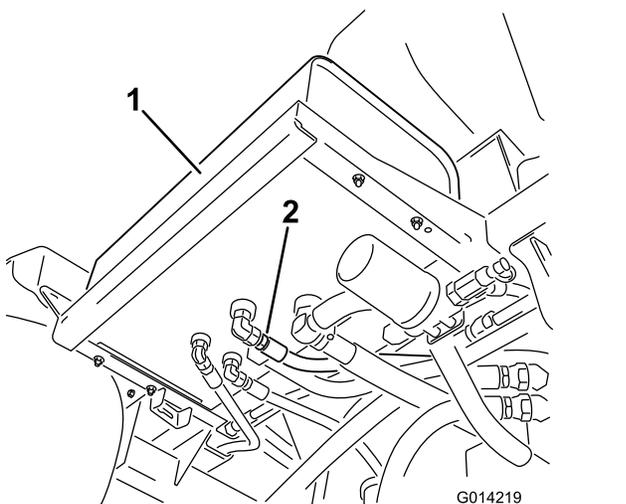

Figura 94
4. Retire a união da tubagem do depósito, permitindo o escoamento do fluido para o recipiente (Figura 94).
2. Limpe a área em redor da união do tubo hidráulico na parte inferior do depósito de óleo hidráulico (Figura 94).